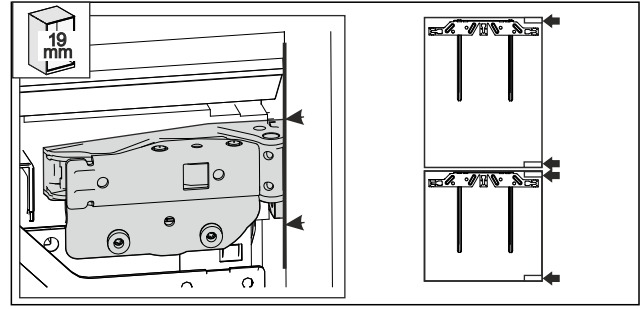

Fig. 52 *
- 19 mm møbelsidevægges tykkelse: hængslernes forkant flugter med forsiden af møblets sidevæg. Fig. 52 ()